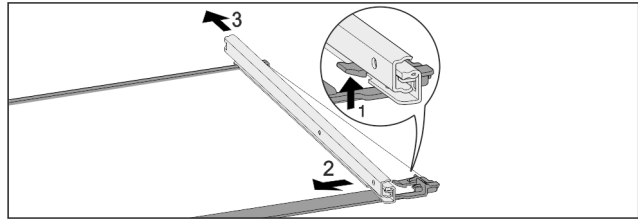

Fig. 122 Raylar bulunan cam plaka
- Ön yerleşme çengelini yukarı doğru bastırın. Fig. 122 (1)
- Dışarı çekme rayını yana Fig. 122 (2) ve arkaya Fig. 122 (3) doğru kaydırın.